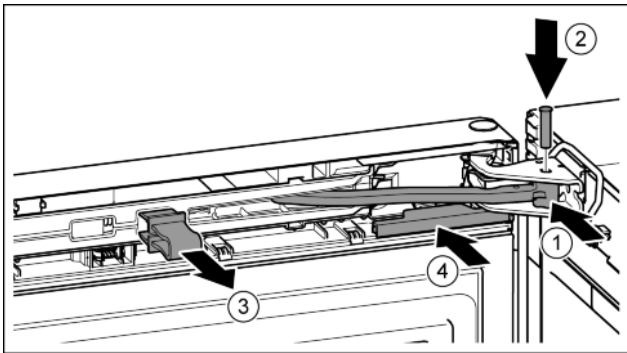

Fig. 49
- ▶ Завъртете шарнира в лагерната стойка. Fig. 49 (1)
- ▶ Поставете болта в лагерната стойка и шарнира. При това обърнете внимание на това, фиксиращата гърбица да е легнала правилно в жлеба. Fig. 49 (2)
- ▶ Свалете предпазителя. Fig. 49 (3)
- ▶ Нахлузете капака. Fig. 49 (4)